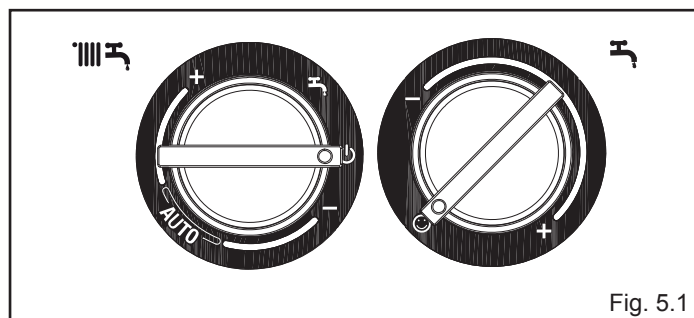

Fig. 5.1
- Portare il selettore di funzione su  per spegnere la caldaia (fig. 5.1).
- Ruotare il selettore regolazione temperatura acqua sanitario nella posizione funzione analisi combustione  (fig. 5.1).